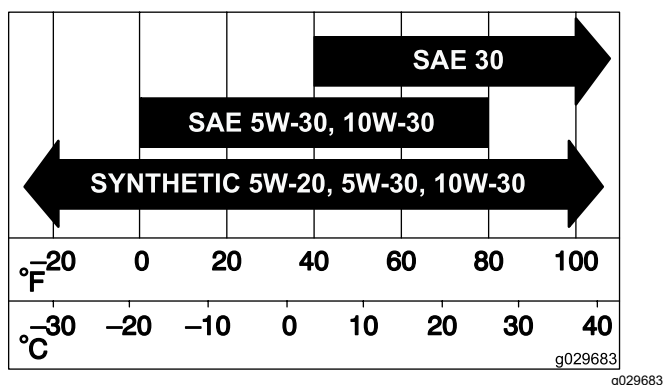

Bild 39
- Schieben Sie den Filter vorsichtig in das Luftfiltergehäuse hinein (Bild 39).
- Montieren Sie die Luftfilter Abdeckung und befestigen Sie diese mit den Laschen (Bild 39).